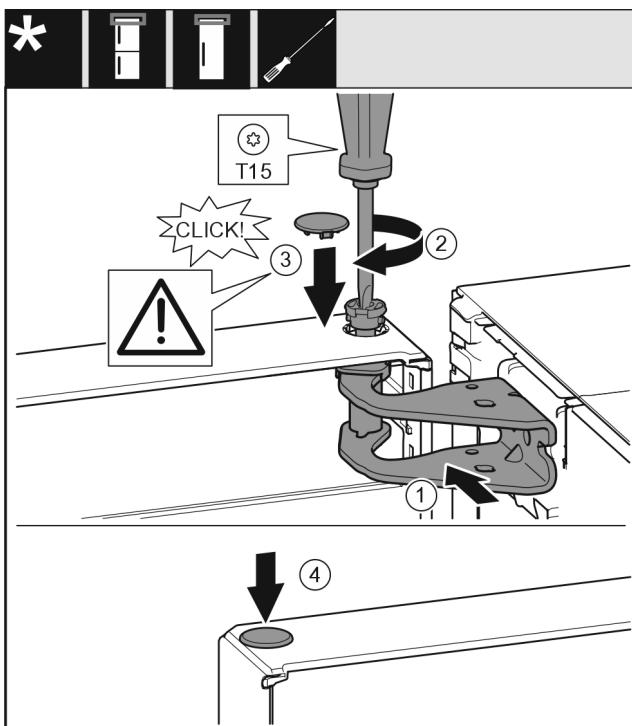

Fig. 23
- Dvere hore vyrovnajte s otvorom v ložiskovej konzole. Fig. 23 (1)
- Vložte čap Fig. 23 (2) a pevne ho priskrutkujte skrutkovačom.
- Namontujte poistný kryt Fig. 23 (3) pre poistku dverí. Nasadte poistný kryt a skontrolujte, či prilieha ku dverám. Inak čap vložte úplne.
- Vložte zátku Fig. 23 (4).